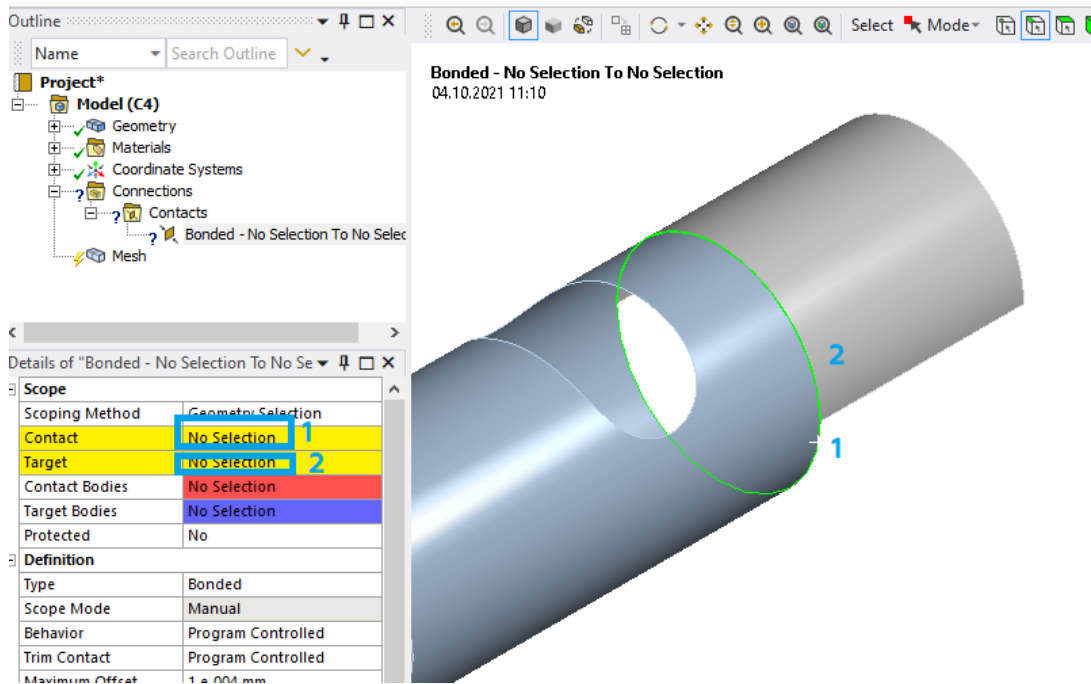

Рис. 19. Выбираем контактные грани
- выбираем контактную грань (1) и цель (2) (рис. 19). Если одна грань перекрывает другую, то можно раскрыть вкладку **Geometry**, нажать ПКМ